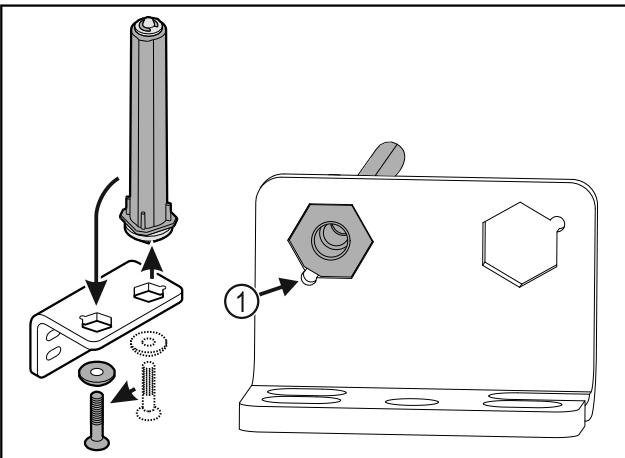

Fig. 26
- Pobrinite se za to da je prilikom umetanja zakošenje na svornjaku Fig. 26 (1) usmjereni prema okrugloj rupi.